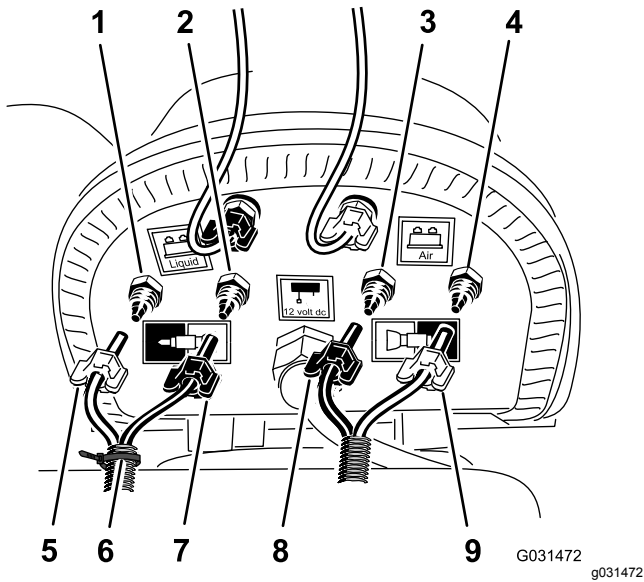

图 23
1. 在用于泡沫标记组件的压缩机接线面板上将扎带环绕固定到右喷洒臂段的透明和蓝色管子上图 23。
2. 松开左、右喷洒臂段上泡沫喷嘴的 2 个透明和 2 个蓝色管子的压紧螺母图 23。
3. 从喷洒臂段的压紧接头上拆下 4 根管子图 23。